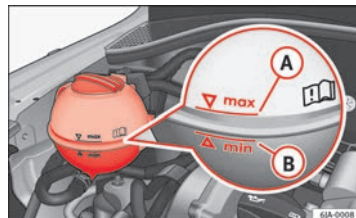

Fig. 126 Vano motore: Serbatoio del liquido di raffreddamento ►
Per il rabbocco, si consiglia di utilizzare il liquido antigelo indicato sullo sportellino del serbatoio del liquido di raffreddamento ⇒ fig. 126.
- Controllare il livello del liquido di raffreddamento nell'apposito serbatoio ⇒ **fig. 126**. A motore freddo, il livello del liquido di raffreddamento deve trovarsi tra **B** (min.) e **A** (max.). A motore caldo, il livello può anche superare leggermente la tacca **A** (max.).
- Porre un panno sullo sportellino del serbatoio di compensazione del liquido di raffreddamento ⇒ **fig. 126** e svitare il tappo facendo **attenzione**.
Non riempire il serbatoio del liquido di raffreddamento oltre la tacca **A** (max.) ⇒ **fig. 126**! Il liquido di raffreddamento in eccesso, al riscaldarsi, viene espulso dall'impianto di raffreddamento attraverso la valvola di sovrappressione collocata sul tappo di chiusura del serbatoio di compensazione del liquido di raffreddamento.